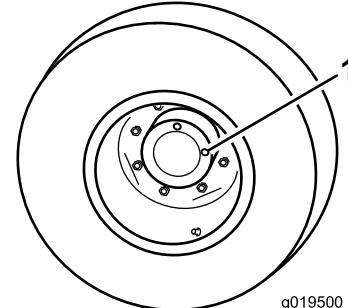

Figura 54
1. Com a máquina numa superfície plana, posicione a roda de forma a que 1 tampão de verificação fique na posição das 12 horas e o outro na das 3 horas (Figura 54).
2. Retire o tampão da posição das 3 horas (Figura 54).